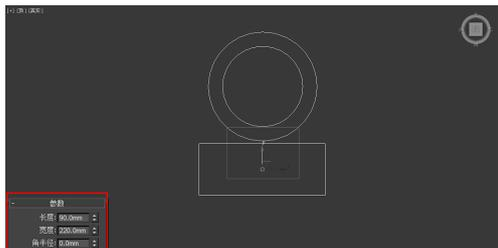

图 3-76 创建矩形
- 4 接着再在矩形下方创建一个矩形，如图 3-76 所示。